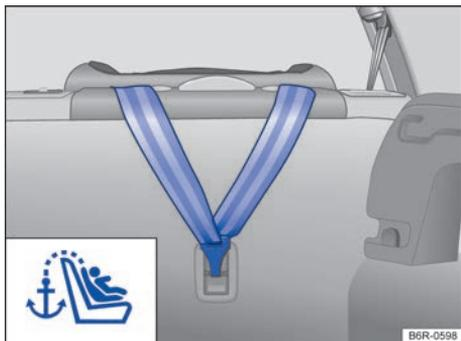

Fig. 27 En el maletero: cinturón de fijación superior enganchado.
- *En vehículos con las argollas de sujeción en el respaldo del asiento trasero:* enganche el cinturón de fijación superior en la argolla de sujeción correspondiente del respaldo marcada como Top Tether, situada en el maletero, → fig. 27.